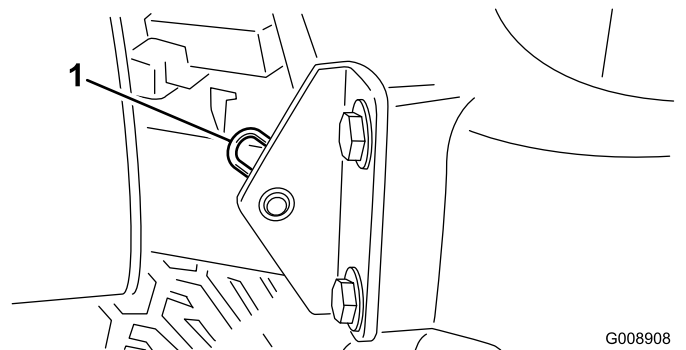

Figure 40
- Retirez la goupille fendue qui fixe le pivot de capot aux supports (Figure 40).